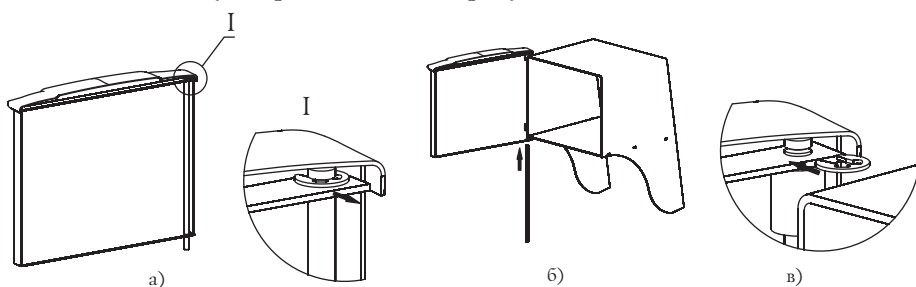

Рисунок 6. Установка дверцы при монтаже печи «Тунгуска 2011»
1. Извлеките ось из дверцы, предварительно сняв упорную быстросъемную шайбу, рисунок 6.а;
3. Вставьте ось через отверстия снизу вверх, с расположением канавки под шайбу в верхней части оси, рисунок 6.б;